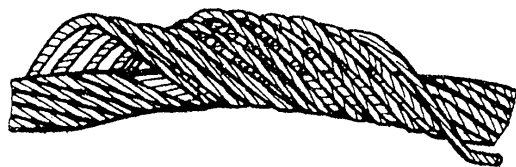

Рисунок 2.9.2
- корзинообразной деформации (рисунок 2.9.2);